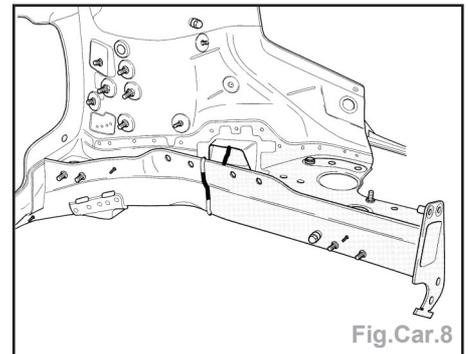

Fig.Car.8
- prévoir la ligne de séparation au niveau de la console de la boîte de vitesses (Fig.Car.8).